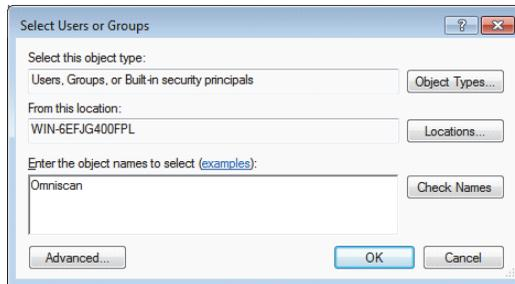

Figura 7-32 La finestra di dialogo **Selezione Utenti o Gruppi** (Windows 7)
11. Nella finestra di dialogo **Selezione Utenti o Gruppi** (Select Users or Groups), cliccare sul pulsante **Percorsi** (Locations) [vedere Figura 7-32 a pagina 247].
13. Nel campo **Immettere i nomi degli oggetti da selezionare** (Enter the object names to select) della finestra di dialogo **Selezione Utenti o Gruppi**, inserire **Omniscan** (vedere Figura 7-32 a pagina 247), ed in seguito cliccare **OK**.